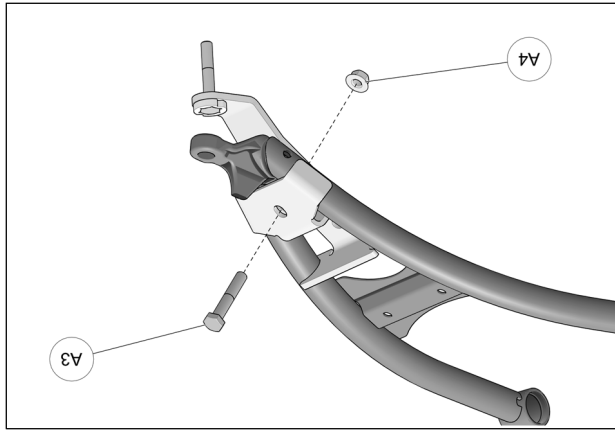

Fig. 15
6. Insérer le boulon M10x60mm (A3) par le dessus de l'ancrage. Assembler les deux parties avec l'écrou (A4) fourni. Serrer l'assemblage à un couple de 50 N•m [37 lb•pi]. Voir la Fig. 15